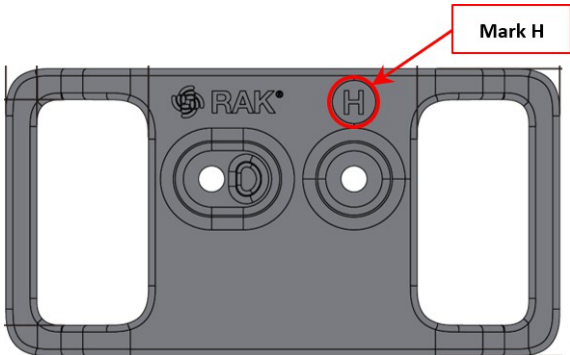

Abbildung 30: Befestigungszubehör mit der Kennzeichnung H
1. Verwenden Sie für die Gürtelschlaufenhalterung zwei (2) Befestigungszubehöriteile mit der Kennzeichnung **H**, wie in **Abbildung 30** dargestellt.